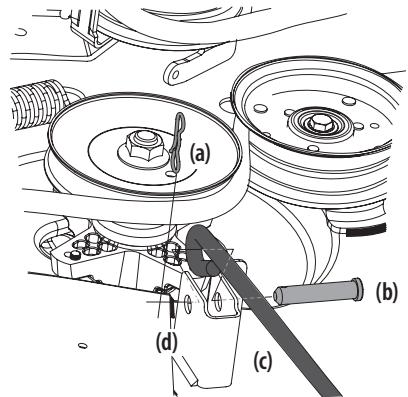

Figura 44
- Extraiga el tercer pasador con unión curva (a) del pasador de horquilla (b) que sujeta la varilla de control de la plataforma delantera (c) al soporte delantero de elevación de la plataforma (d). Extraiga los pasadores de horquilla (b). Consulte la Figura 44.